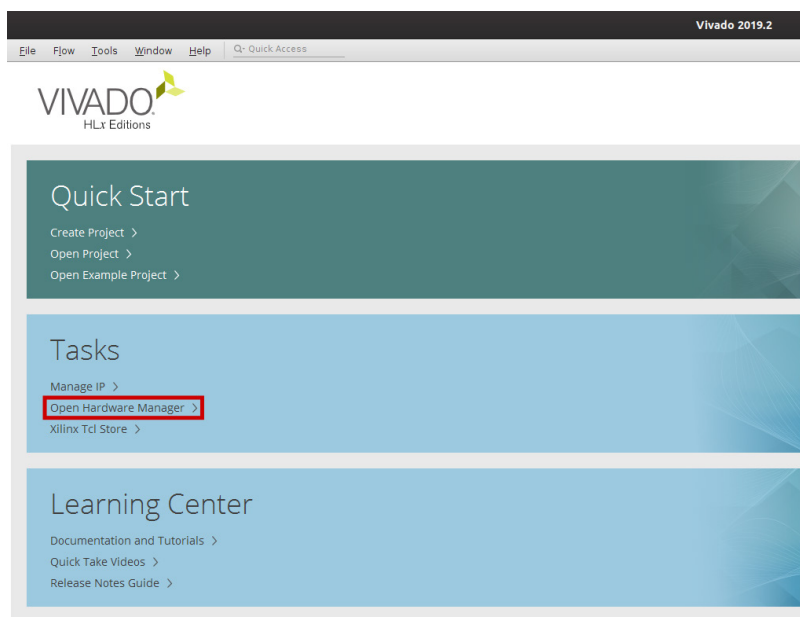

图111. 打开硬件管理器
- d. 在Vivado中打开可用的 **硬件管理器**，如图111中的突出显示部分所示。